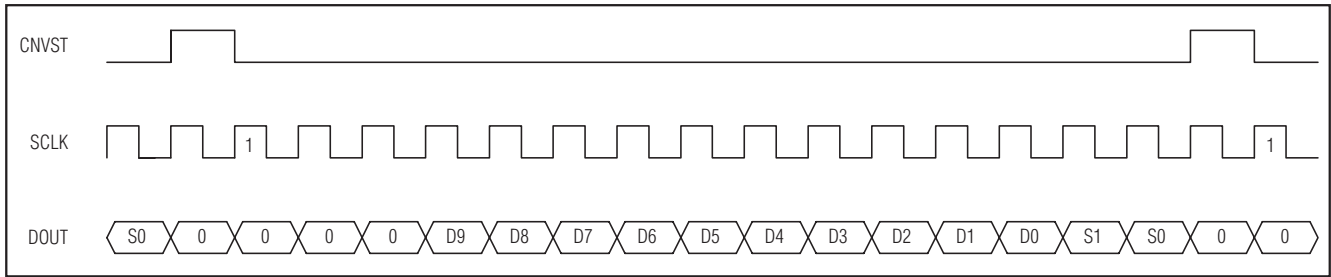
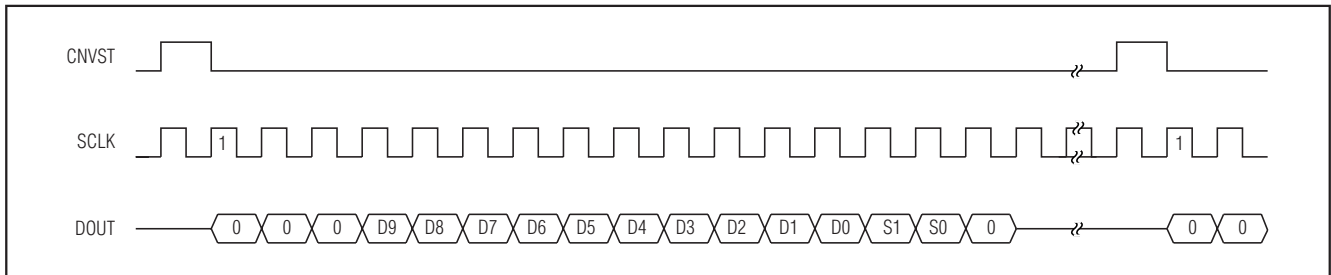

图 17. DSP 接口——连续转换
图 18. DSP 接口——单次转换，连续/突发时钟
利用数据发送 (DX) 引脚驱动 CNVST 信号，内部产生的 CLKX 信号驱动 SCLK，MAX1076/MAX1078 也可以这样连接至 TMS320C54\_。CNVST 信号需要一个上拉电阻，以便在 DX 变为高阻态时使其保持高电平，并且必须不断地向 DXR 寄存器写入 0001h，进行连续转换。将 00FFh 写入 DXR 寄存器，可能进入关断模式 (参考图 17 和图 18)。
结果的 LSB 期间拉高一个时钟周期。ADSP21\_ \_ \_ 的 STCTL 与 SRCTL 寄存器应该配置为超前成帧 (LAFR = 0) 和高电平有效帧 (LTFS = 0, LRFS = 0) 信号。在这种模式下，设置数据无关的帧同步位 (DITFS = 1)，而无需多次写入传输数据寄存器。对于单次转换，CNVST 信号为闲置高电平，并在整个转换期间拉低。因此，ADSP21\_ \_ \_ 的 STCTL 和 SRCTL 寄存器应该配置为滞后成帧 (LAFR = 1) 和低电平有效帧 (LTFS = 1, LRFS = 1) 信号。在此条件下，将字长设置为 8 位 (SLEN = 1001)，这也是最好的进入关断模式的方法。当 MAX1076/MAX1078 工作电源电压高于 DSP 的电源电压时，连接  $V_L$  引脚至 ADSP21\_ \_ \_ 电源电压 (参考图 17 和图 18)。